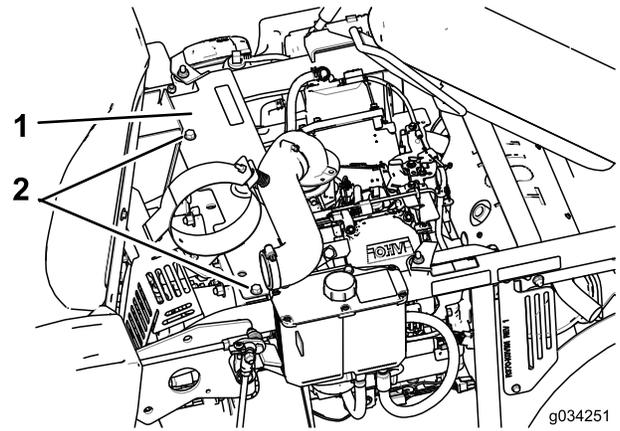

Figura 32
7. Lubrificate il braccio di rinvio cinghia-pompa (Figura 32).